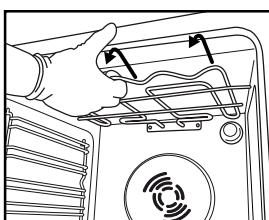
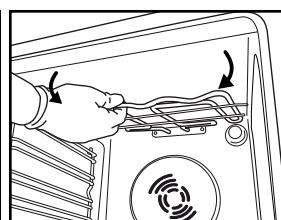

Fig. 4
Fig. 5
2. Extraiga ligeramente la resistencia (Fig. 4) y bájela (Fig. 5).